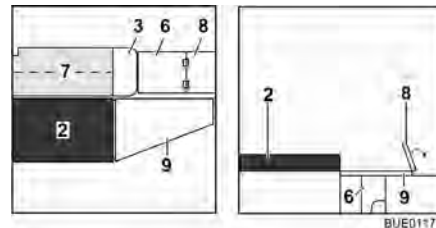

Fig. 122 Durante la transformación
- Extraer la prolongación del armazón de cama (Fig. 122,6).
- Plegar la prolongación del tablero (Fig. 122,8) hacia fuera.
- Desplegar el cojín adicional (Fig. 122,7) y colocarlo en la mesa.
- Enganchar el ensanchamiento de cama (Fig. 122,9) en los alojamientos en los baúles-banco.